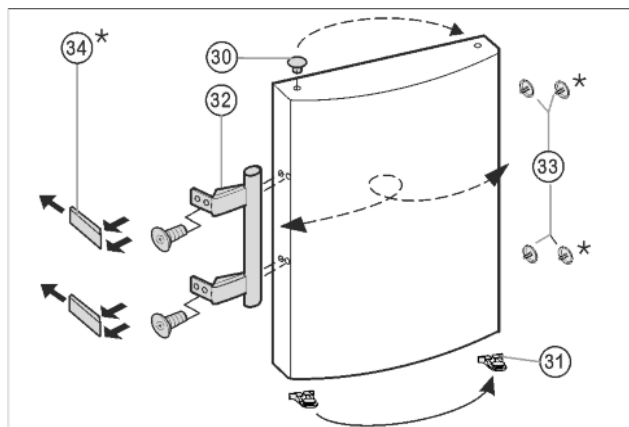

Fig. 8
- Zátky Fig. 8 (33) vyjměte z pouzdra ložisek dveří a přemístěte je.
- Madlo dveří Fig. 8 (32), zátky Fig. 8 (33) a krycí destičky Fig. 8 (34) odmontujte a přemontujte na protější stranu.